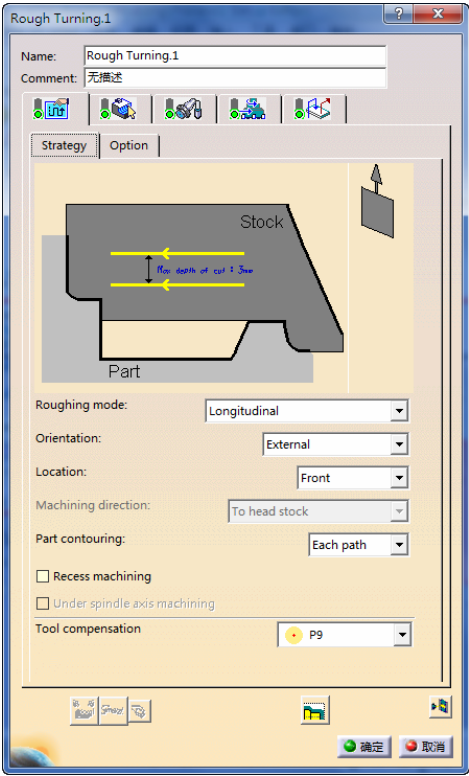

图 2-159 “Rough Turning.x”对话框
在特征树中选择“Manufacturing Program.1”，选择下拉菜单“插入”→“Machining Operations”→“Rough Turning”命令，或者单击“Machining Operations”工具栏上的 Rough Turning operation 按钮，弹出“Rough Turning.x”对话框，如图 2-159 所示。
单击“Rough Turning.x”对话框中的，切换到刀具路径参数选项卡，包括“Strategy”和“Option”两个选项卡，如图 2-159 所示。
1) “Strategy”选项卡如图 2-159 所示，用于设置加工策略参数。相关参数如下：